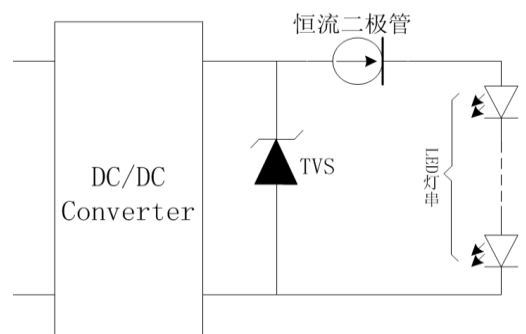

图4 LED直接驱动电路防护示意图
3、LED 发光的亮度是由通过 LED 的电流大小来控制，不稳定的电流又极易烧坏 LED，如图 4 在 DC/DC